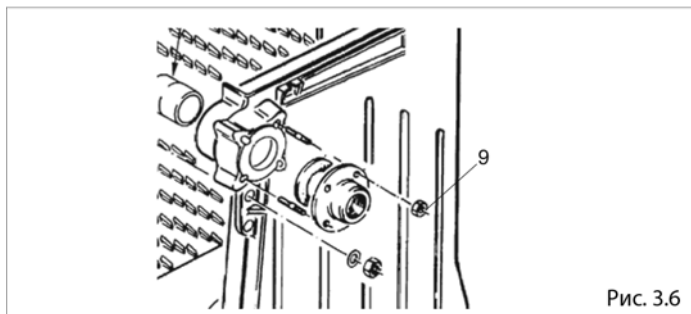

Рис. 3.6
Если необходимо сдвинуть их на левую сторону, достаточно снять гайки (9) и поменять местами штуцера и заглушки, расположенные на противоположных сторонах чугунного корпуса (Рис. 3.6).